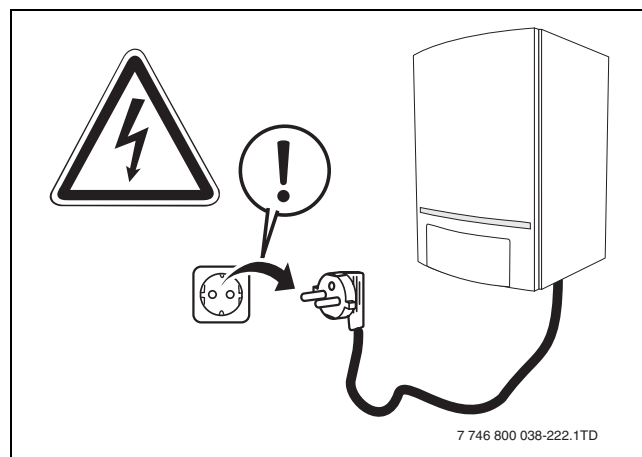

Fig. 62 Netstekker uit wandcontactdoos nemen
- Neem het cv-toestel uit bedrijf door de netstekker uit de wandcontactdoos te nemen (→ fig 62, pagina 65).
- Neem de netstekker uit de wandcontactdoos (fig. 62).